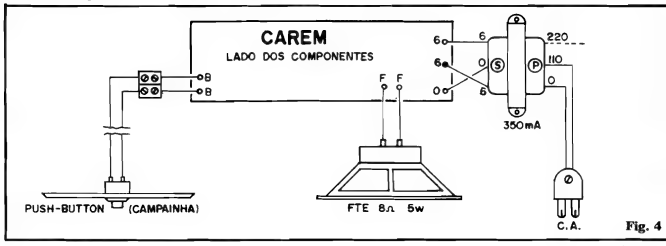

Fig. 4
Na fig. 4 temos as conexões "fora da placa". O único cuidado, mais atento, deverá ser dedicado às ligações do transformador. Quanto a este, observem ainda que o diagrama exemplifica as conexões do primário (F) para uma rede C.A. local de 110V. Se a rede for de